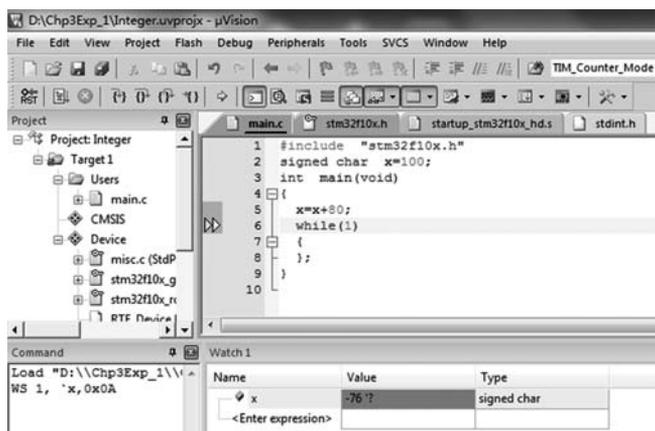

图 3.7 例 3.5 程序截图
**例 3.5:** 两个正数相加,运算结果却变成负数,如图 3.7 所示。